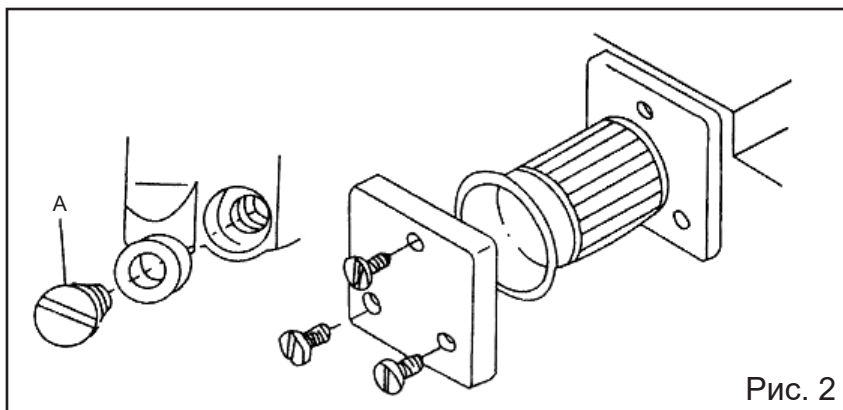

Рис. 2
2. Слив отработанного масла (Рис. 2)